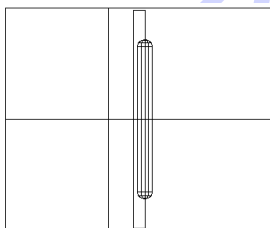

图 16-27
(8) 修剪处理。单击  按钮或者在命令行直接输入 `trim`, 对上述图形进行修剪, 结果如图 16-27 所示。